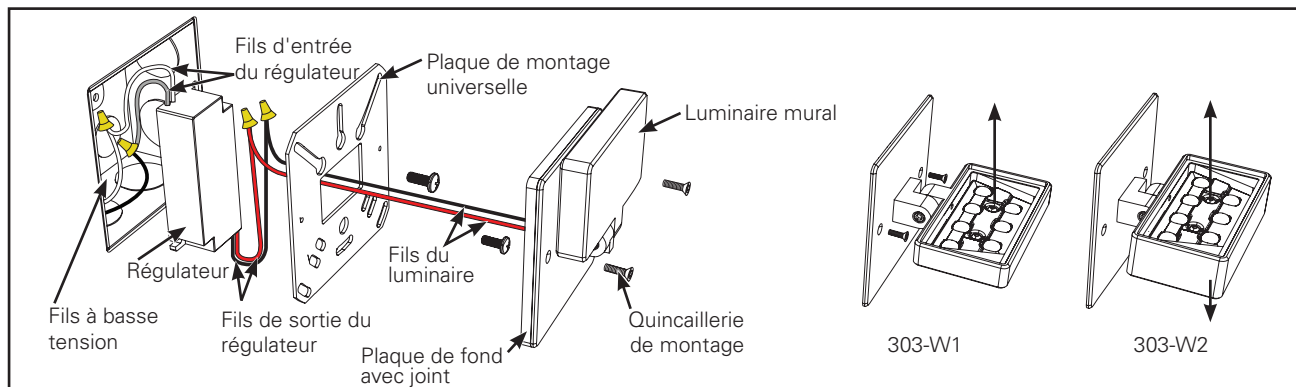

Figure 1.
1. Déballiez le luminaire mural EON et vérifiez que vous disposez bien de toutes les pièces (luminaire 303-W1 ou 303-W2, plaque de montage universelle, 2 vis 8-32 à tête plate, et conducteur de classe2). Les articles suivants sont nécessaires, mais ne se trouvent pas dans l'emballage: connecteurs de fils, clé hexagonale 5/64 po et 9/64 po et quincaillerie de fixation de boîte de jonction. (Figure 1.)